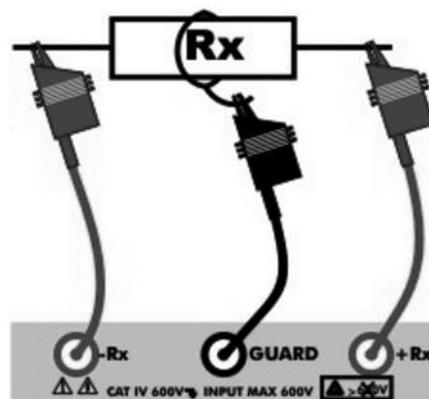

Fig. 6: Conexión del instrumento
5. Inserte los cables de medida en los correspondientes terminales de entrada del instrumento -Rx, +Rx y GUARD si es necesario (ver § 4.5 y Fig. 6)